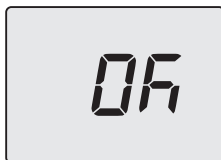

Figura 5.67
- Premendo il tasto 13 (Figura 5.61) si ottiene la conferma del valore inserito. Il display visualizzerà per 5 sec. quanto segue (Figura 5.67) poi, si porterà al livello superiore.